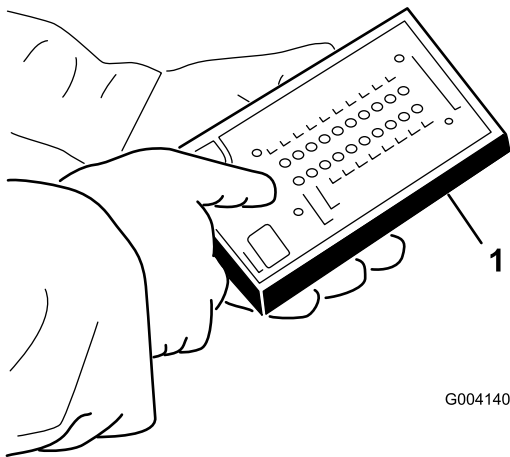

图 103
- 5. 将 ACE故障诊断器 接头连接至线束接头 (图 103)。